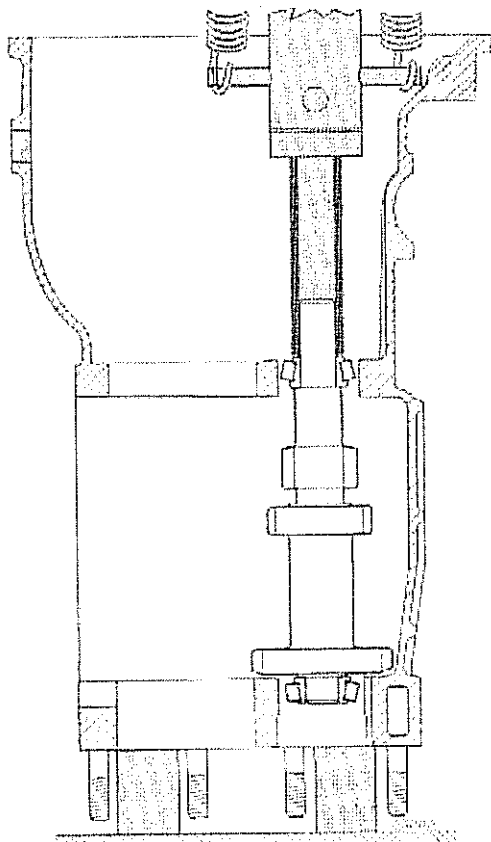

Fig. 229
- 2) Colocar el eje primario en el interior de la caja e instalar el cojinete del lado del puente. En esta operación debe tomarse la precaución de asegurar un correcto apoyo de la carcasa sobre la mesa de la prensa, ya que el engranaje de Iro. hace apoyo en el interior de la carcasa. El cojinete debe instalarse hasta que haga tapé (Fig. 229).